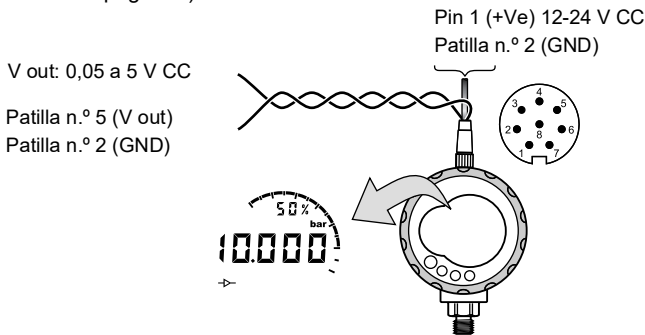

Figura 3-3: Configuración de ejemplo: V out
- Accesorio E - consulte la Figura 3-3 en la página 15 y la Tabla 2-2 en la página 9.